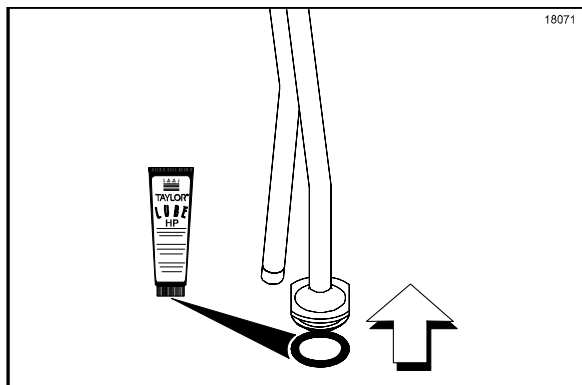

Рисунок 93
8. Смажьте и установите в проточенную канавку на сливной трубке кольцевой уплотнитель на 1 дюйм. (См. рис. 93)